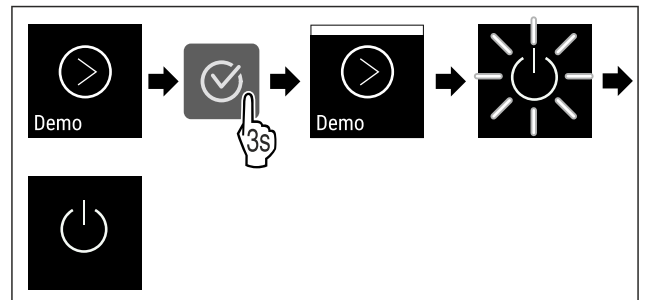

Fig. 110
- ▶ Végezze el a gyakorlati lépéseket (lásd Fig. 110) .